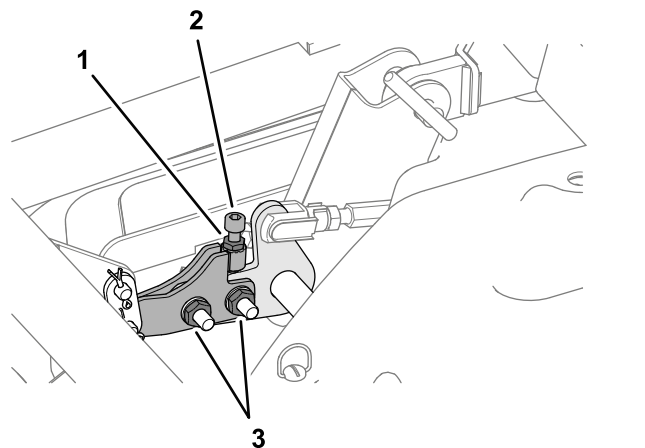

Figura 123
- A. Slăbiți cele 2 piulie care fixează articulația de asigurare a planeității (Figura 123).
- B. Slăbiți contrapiulița care fixează urubul cu cap imbus (Figura 123).
10. Strângeți cele 2 piulie pentru articulația de asigurare a planeității și contrapiulița pentru urubul cu cap imbus (Figura 123).
7. Strângeți contrapiulița pentru elementele de reglare a înclinării punii (**Figura 123**).